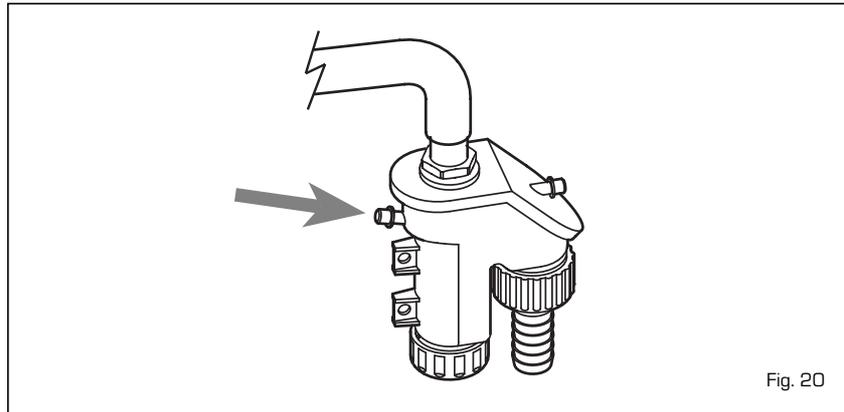

Fig. 20
**inutilizzato per un lungo periodo). L'eventuale riempimento si effettua dall'apposito imbocco (fig. 20).**